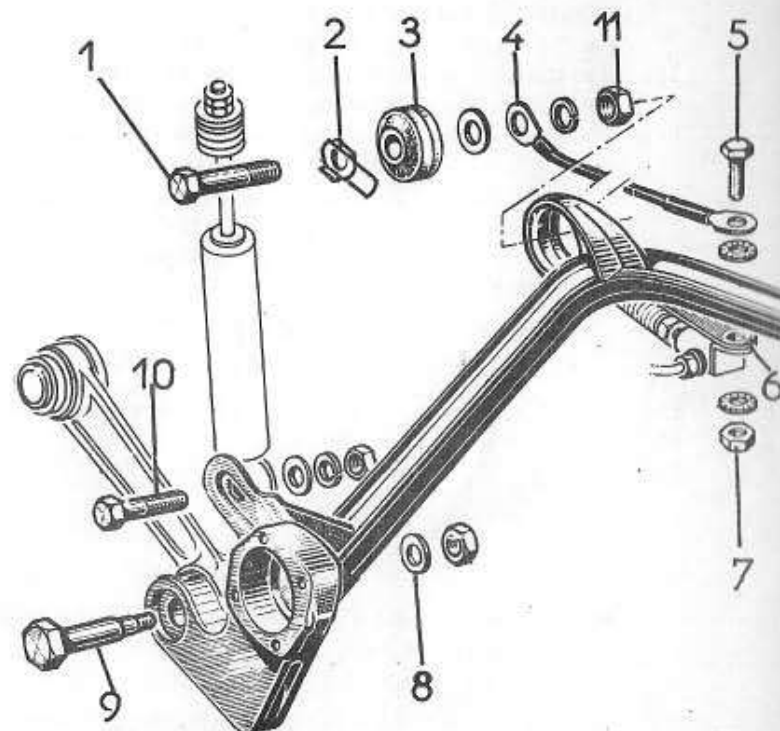

Fig. 35
328 - DEPOSE et POSE de l'ESSIEU ARRIERE (Fig. 35)
- 2) Désaccoupler les deux amortisseurs en déposant l'écrou, les deux rondelles et l'axe (10 - Fig. 35).
- 5) Rabattre le frein (8), déposer l'écrou et dégager l'axe (9) des bras de suspension droit et gauche.
- 6) Déposer la vis (5), le câble de masse (4), le té arrière (6), les deux rondelles et l'écrou (7).
(Fig. 35)